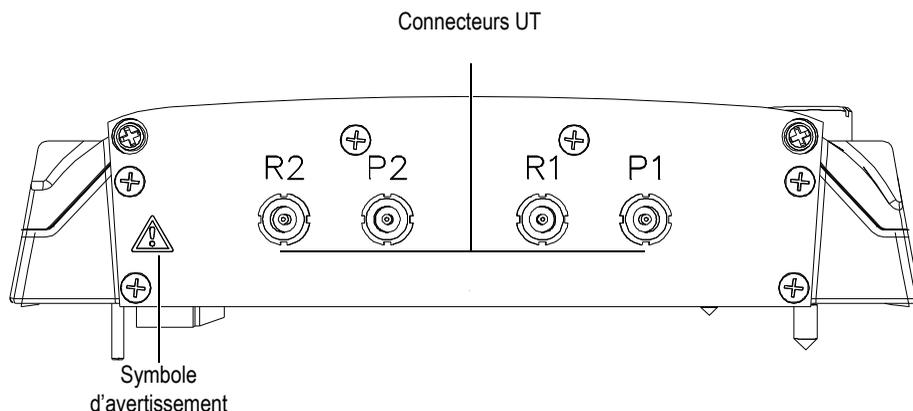

Figure N-1 Module vu de côté
- Évitez de toucher le conducteur interne des connecteurs LEMO pour réduire le risque d'une décharge électrique. La tension des conducteurs UT internes peut atteindre 340 V. Le symbole d'avertissement près des connecteurs LEMO signale le risque de décharge électrique (voir la Figure N-1 à la page 203).